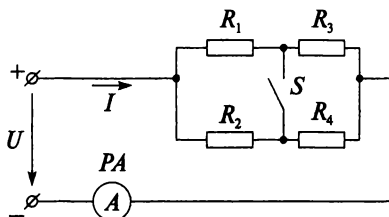

Рис. 3.22
2. Как изменится показание амперметра на рис. 3.22, если замкнуть ключ S ? К цепи, состоящей из резисторов, каждый из которых по 4 Ом, приложено напряжение $U = 150 \text{ В}$.